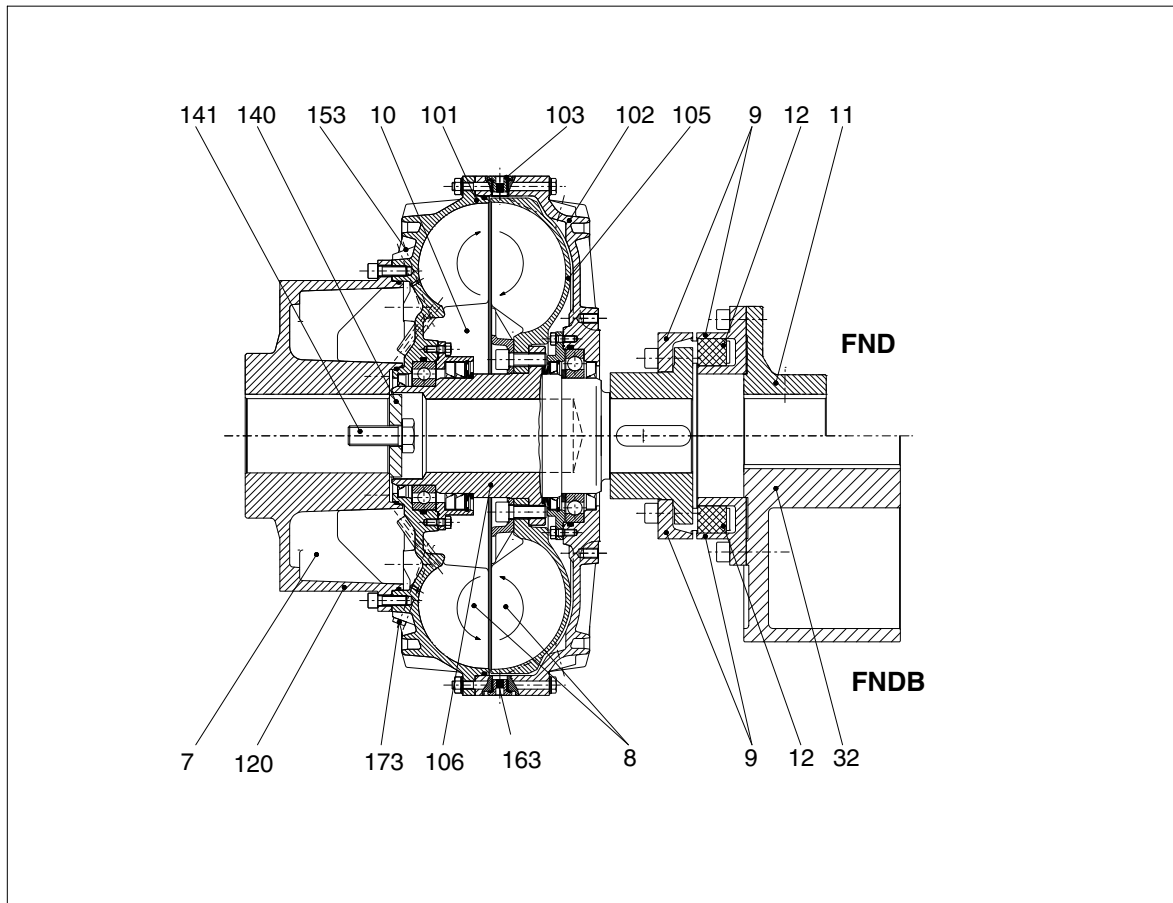

Bild 3: Allgemeine Beschreibung der Baureihe "FN.."
Vor dem Reinigen der Kupplungsteile und dem Aufbringen der Langzeitkonservierung sind die Pakete (12) in Bild 3 zu entfernen.